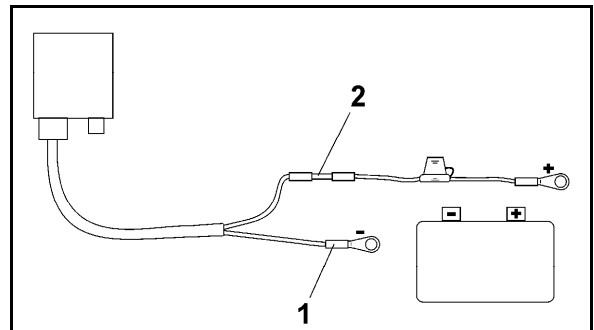

Fig. 5
4. Blå leder (stel) føres ind i løs ringtunge (Fig. 5/1).
6. Brun leder (+ 12 volt) føres ind i fri ende på stødforbinder (Fig. 5/2)
8. Stødforbinder (Fig. 5/2) skrumpes ind med varmekilde (fyrtøj eller varmlufttørrer), indtil klæberen trænger ud